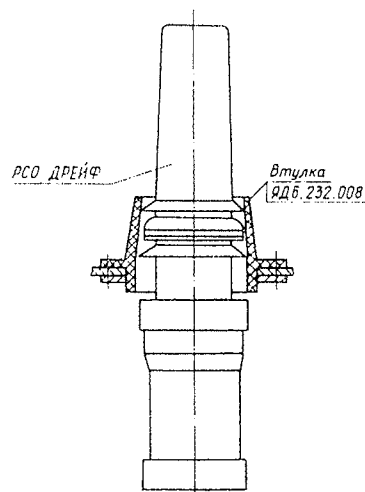

Рис. 8
3.3.6.1. На закрытой спасательной шлюпке вставьте РСО в отверстие втулки (по п. 3.2.4.1) таким образом, чтобы РСО выступал наружу до резиновой манжеты (рис. 8).